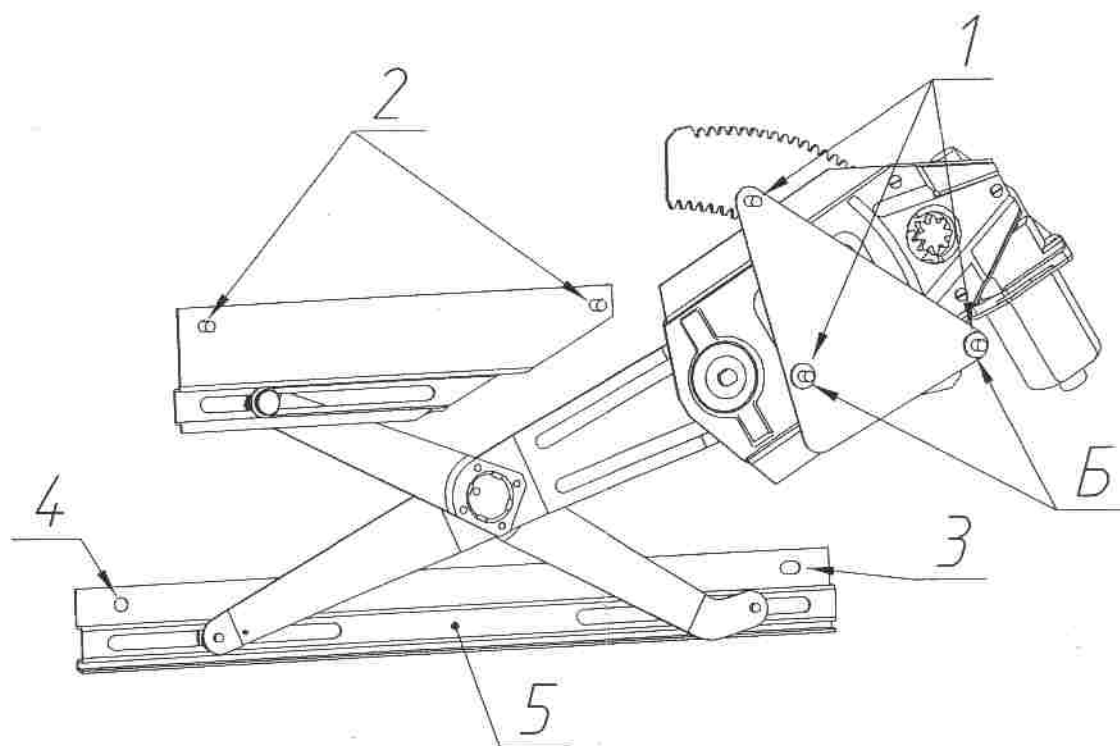

Рис. 2
4.8.1. На винты основания ЭСП (метод Б, рис.2) установить шайбы из комплекта деталей.